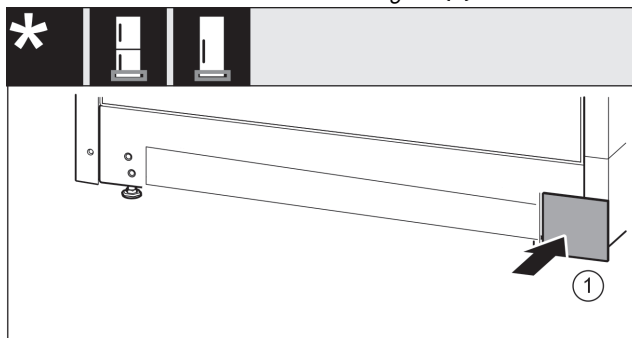

Fig. 17
- ▶ Kryt opět nasadte na druhé straně. *Fig. 17 (1)*